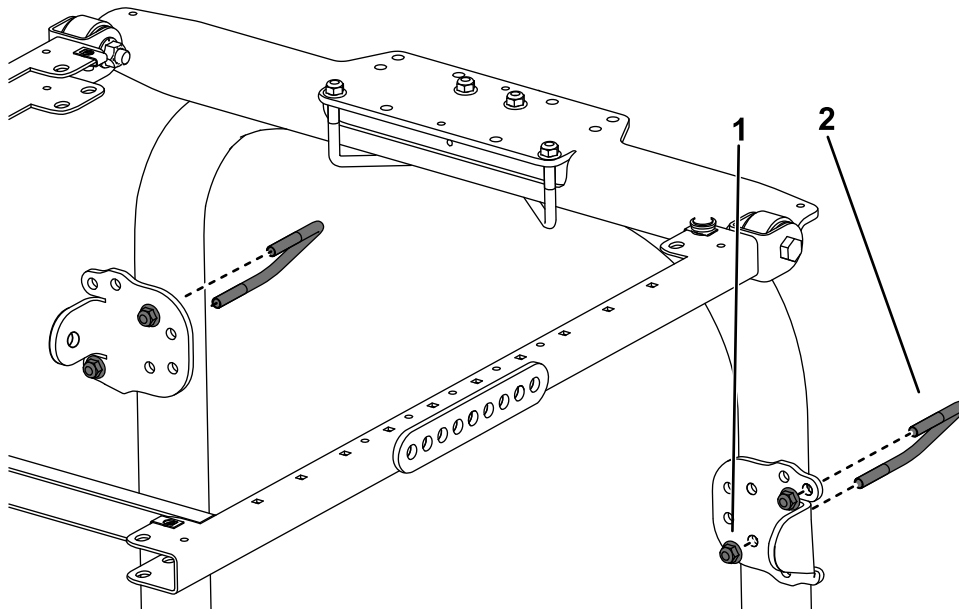

Рисунок 26
10. Используя монтажные отверстия, показанные на Рисунок 26, прикрепите, не затягивая, каждый кронштейн подпорки к стойкам защитной дуги с помощью U-образного болта ($3\frac{1}{2}$ x $2\frac{3}{4}$ дюйма) и 2 фланцевых гаек.